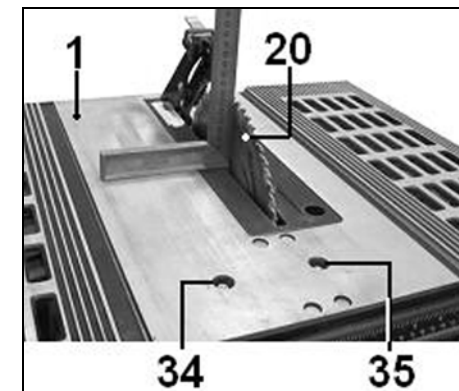

Рис.12.
11.1. Регулировка вертикального положения пильного диска (Рис. 12).
11.2. Регулировка наклонного положения пильного диска (Рис. 12).